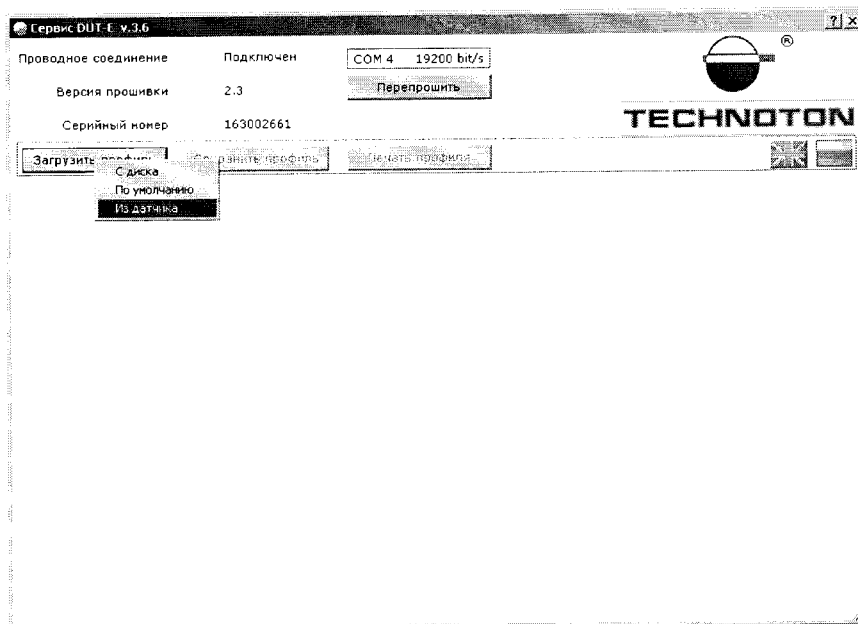

Рисунок 1 - Окно программы Service DUT-E
- Нажать кнопку «Загрузить профиль» - «Из датчика» (Рисунок 1).